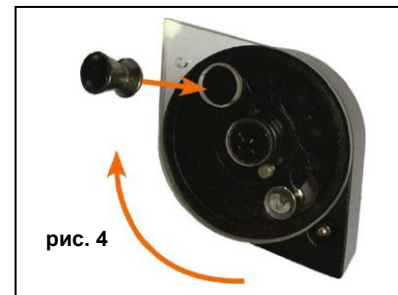

рис. 4
- Поверните прозрачную крышку по часовой стрелке, чтобы открыть первый пустой отсек магазина. В этот отсек пулю необходимо вставлять носиком вперёд (рис. 4).